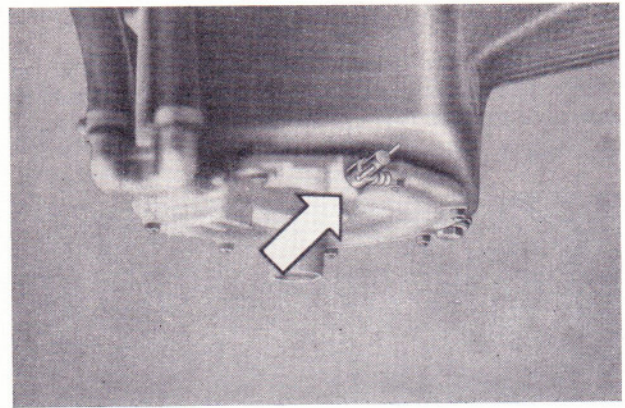

Bild 22
- am Evolventenwärmetauscher (Bild 22).